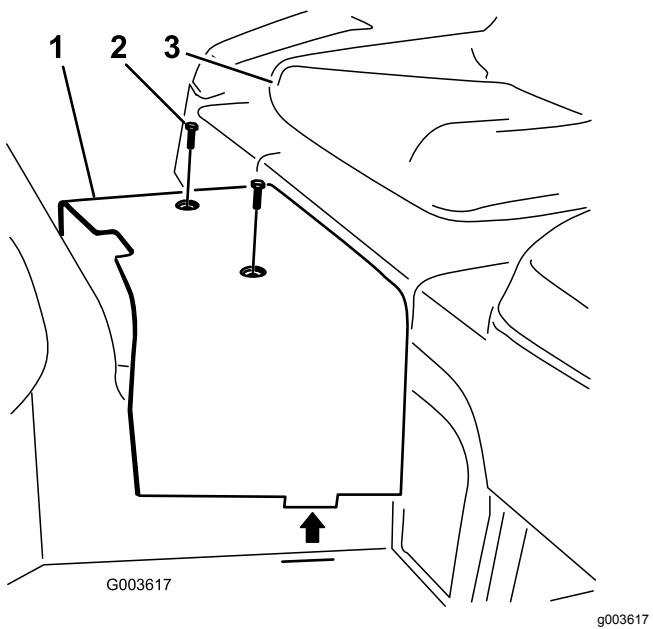

Figura 7
7. Retire os dois parafusos que fixam o resguardo central à estrutura (Figura 7). Retire e guarde o resguardo.